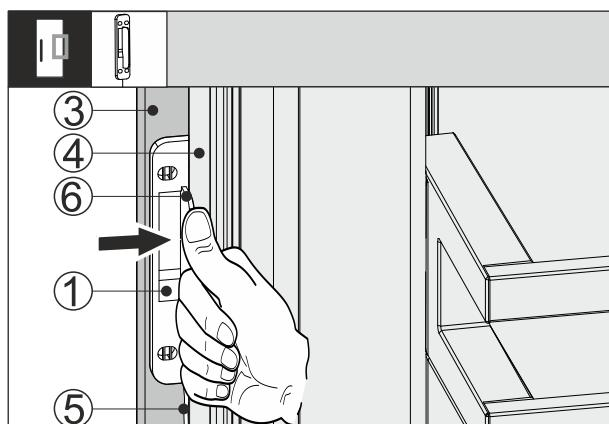

Fig. 66
- Klopfsensor Fig. 66 (1) zwischen Möbelfront Fig. 66 (3) und Gerätetür Fig. 66 (4) schieben, so dass das Kabel Fig. 66 (5) leicht gespannt ist. Der Anschlag Fig. 66 (6) des Klopfsensors liegt an der Gerätetür Fig. 66 (4) an.
- Klopfsensor Fig. 66 (1) an der Möbelfront Fig. 66 (3) anpressen.
- Klopfsensor Fig. 66 (1) ist angeklebt. Das Ankleben des Klopfsensors optimiert die Übertragung des Klopfsignals.
Dauerhafte Fixierung des Klopfsensors Fig. 66 (1) erhöht die Lebensdauer.
- Klopfsensor Fig. 66 (1) mit den mitgelieferten Schrauben an der Möbelfront Fig. 66 (3) anschrauben.